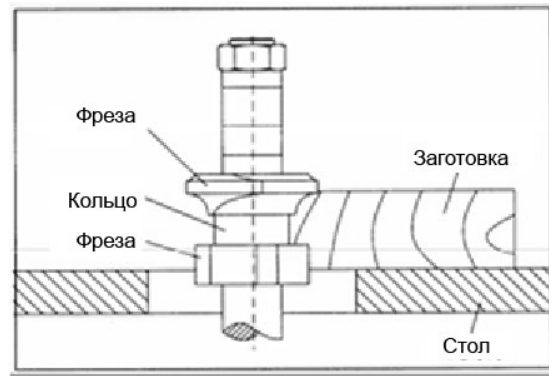

Рисунок 33
- Использование копировального кольца между двумя фрезами имеет преимущества и недостатки первых двух методов, и часто используется, когда нужно обработать оба края заготовки, см. Рис. 33.